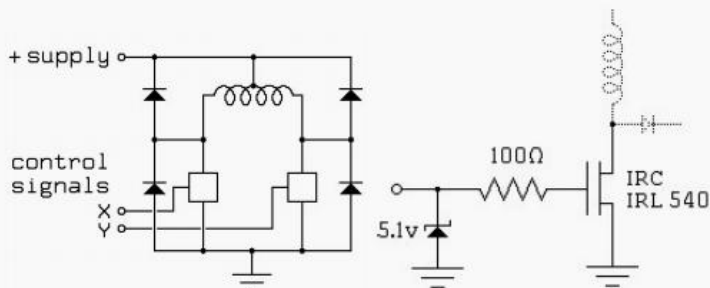

图 4-1
1. 步进电机的驱动：图 4-1 是单极性步进电机翻译/驱动的典型电路，图中的方块为驱动开关。针对 SEED-DEC 中直流电机系统的动作要求，步进电机驱动电路设计思路如下：